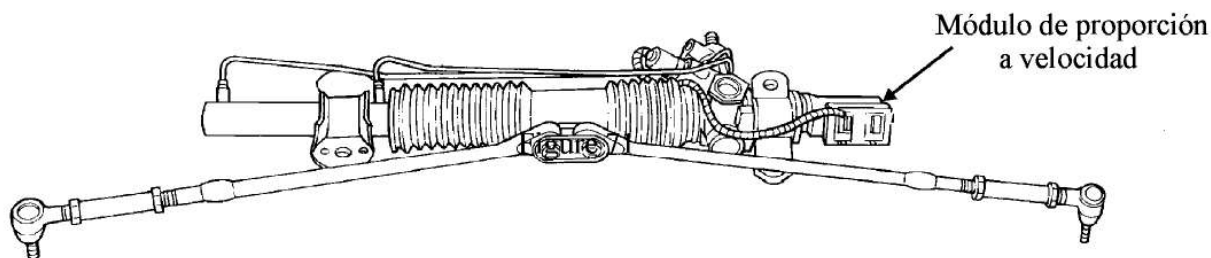

Figura 80
- Localize el módulo de dirección proporcional que está montado en la caja de dirección y desconectelo (Vea la figura 80). El terminal 1 es la fuente de batería que viene de la ignición a través del fusible 6 o 20. Si no hay voltaje con la ignición en contacto, revise el fusible o repare la avería en el alambre. Si hay voltaje, vaya al proximo paso.